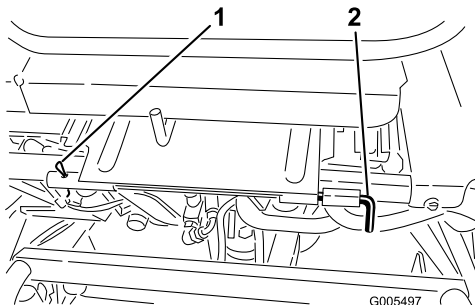

Figura 27
3. Baje el asiento y retire el pasador cilíndrico que fija la varilla de pivote del asiento al bastidor (Figura 27).